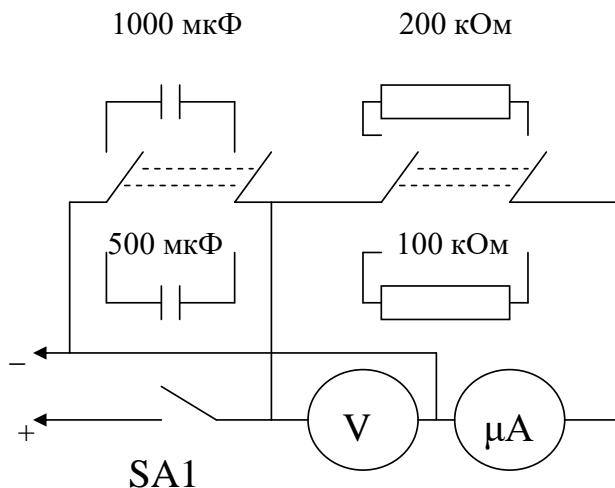

Рис. 4
3. Ознакомьтесь с лабораторной установкой и её принципиальной схемой (рис. 4). Найдите соответствие между принципиальной схемой и реальным прибором. Найдите способы управления временем разряда конденсатора.